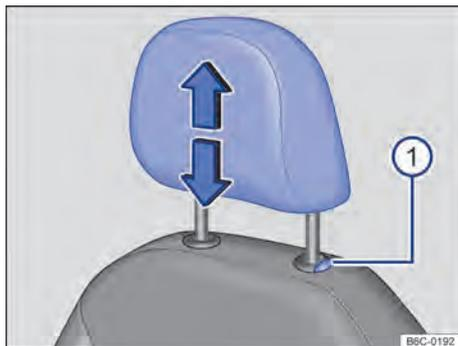

Fig. 66 Apoio para cabeça dianteiro: desinstalar.
- Retirar o apoio para cabeça com o botão → Fig. 66 ① pressionado.
- Empurrar o apoio para cabeça totalmente para baixo com o botão → Fig. 66 ① pressionado.